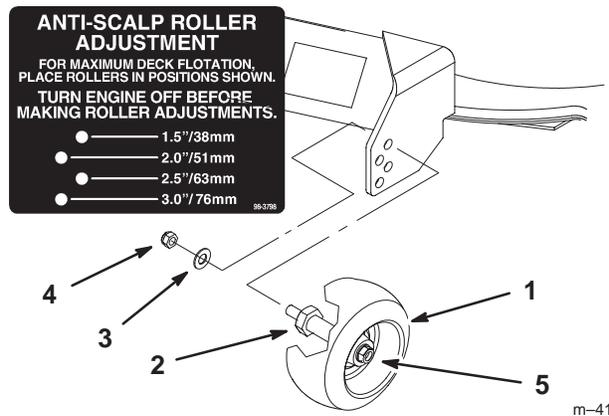

Figure 18
3. Lorsque la hauteur de coupe est réglée, enlevez l'écrou et la rondelle tout en maintenant le goujon avec une clé (Fig. 18).
Remarque : N'enlevez pas l'écrou et la rondelle de la roue (Fig. 18).
4. Choisissez le trou qui convient pour que le galet extérieur se trouve le plus près possible de la hauteur de coupe correspondante voulue (Fig. 18).
5. Remettez l'écrou et la rondelle sur le goujon (Fig. 18).